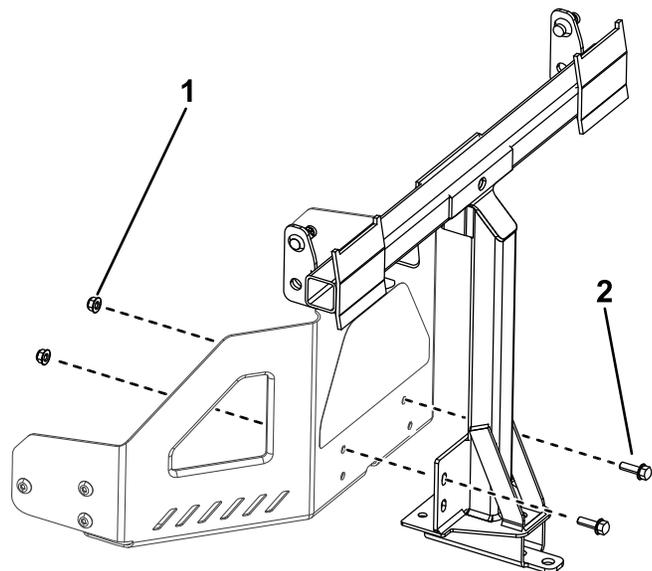

Figura 10
2. Instale a estrutura da articulação na máquina como se mostra na Figura 10. Prenda a estrutura de articulação à máquina utilizando os 2 parafusos (5/16 pol. x 1 pol.) e 2 porcas de bloqueio (5/16 pol.).